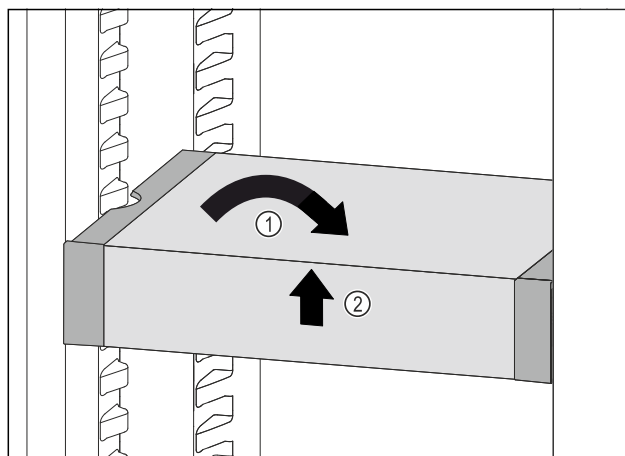

Fig. 168
- Collocare VarioSafe in maniera dritta. Fig. 168 (1)
- Sollevare VarioSafe dal lato anteriore. Fig. 168 (2)